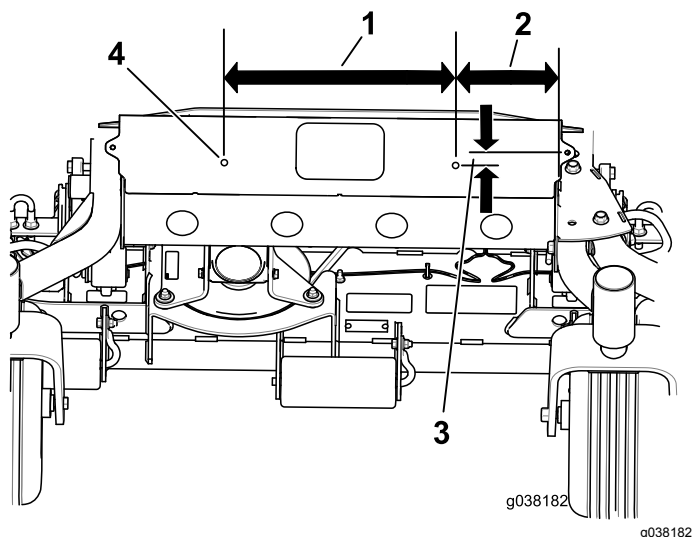

Figura 2
2. Realizzate i fori come illustrato nella Figura 2.